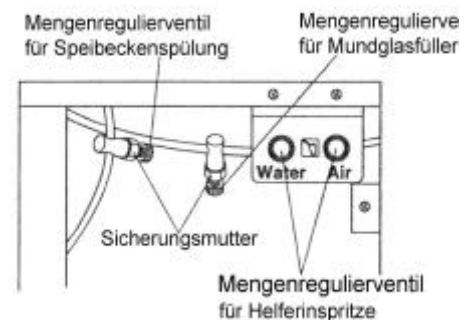

Abb. 3-10 Mengenregulierventile im Speifontänengehäuse
B. Mengenregulierventil für die Helferinspritze (Abb. 3-10)
C. Mengenregulierventil für den Mundglasfüller (Abb. 3-10)
D Mengenregulierventil für die Speibeckenspülung (Abb. 3-10)